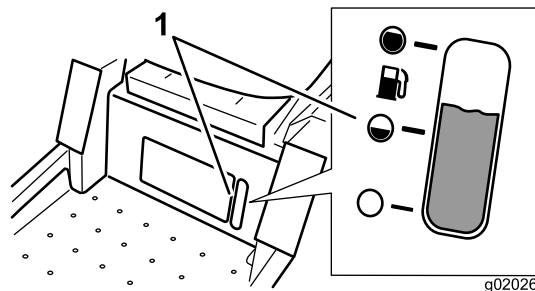

Figura 7
La mirilla de combustible situada debajo del puesto del operador puede utilizarse para verificar el nivel de gasolina antes de llenar el depósito (Figura 7).
**Nota:** Puede utilizar la mirilla de combustible, situada debajo del puesto del operador, para verificar la presencia de gasolina antes de llenar el depósito (Figura 7).